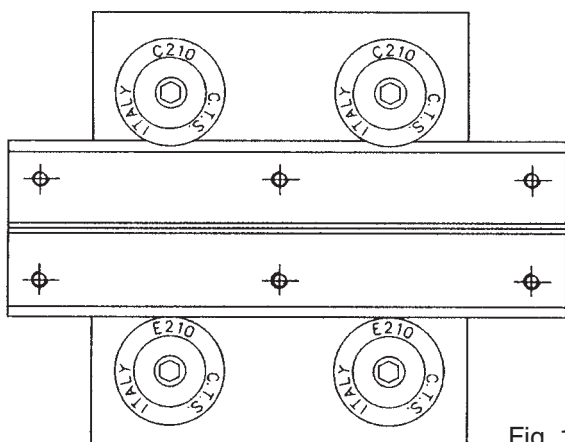

Fig. 1
- 2) Monter les deux autres roulettes excentriques marquées avec la lettre "E" sur le côté opposé et les positionner à l'aide de la clé Allen au point de jeu maximal (fig. 1).